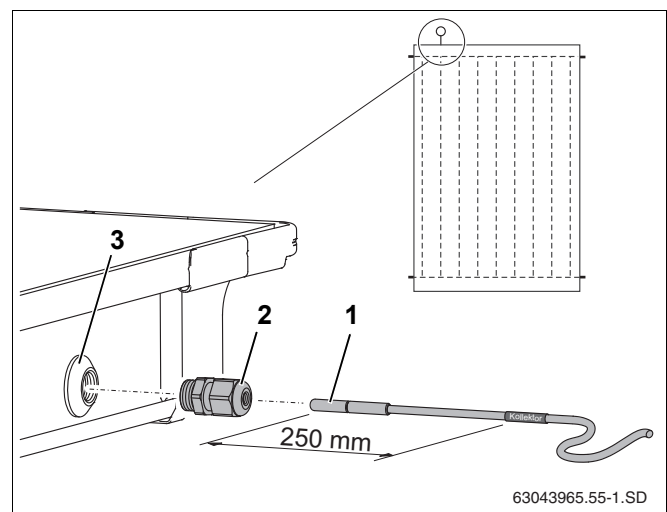

Рис. 33 Установка датчика в коллектор
Для исправной работы солнечной установки необходимо, чтобы коллекторный датчик (рис. 33, поз. 1) был вставлен в установочную трубку до упора (примерно на 250 мм).
- ▶ Проткните датчиком или отверткой уплотнительный слой в гильзе (рис. 33, поз. 3).
- ▶ Заверните зажимную втулку (рис. 33, поз. 2) в гильзу.
- ▶ Затяните зажимную втулку (рис. 33, поз. 2), удерживая от сворачивания.
Если Вы проткнули гильзу (рис. 33, поз. 3) не в том коллекторе, в котором нужно, то ее нужно плотно закрыть заглушкой из комплекта для подключения. Но прежде нужно, используя резьбовую втулку (рис. 33, поз. 2), удалить находящуюся в гильзе гайку.